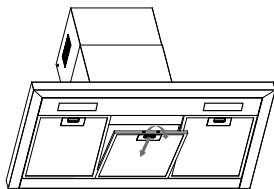

Fig. 9
1. Acesse o motor do aparelho abrindo o filtro de alumínio (Fig. 9), fixe os filtros de carvão ativado no motor, observando o correto encaixe das ranhuras (Fig. 10) no suporte plástico do motor e girando-os no sentido horário (Fig. 11).